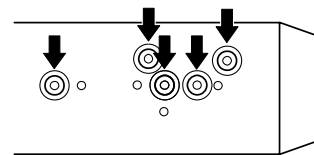
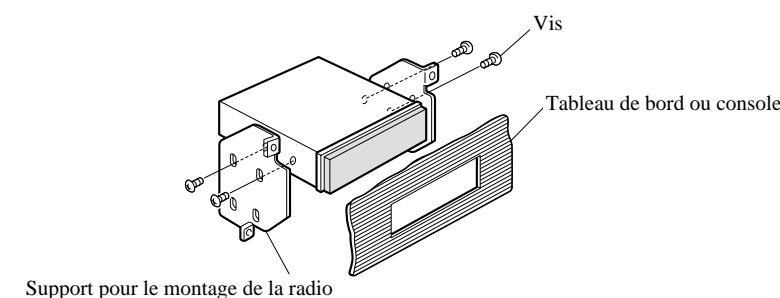

Fig. 10
Fig. 11
2. Fixation de l'appareil au support pour le montage de la radio installée par le constructeur. (Fig. 10) (Fig. 11)